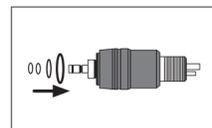

Fig. 45
- 3 Introduza o conjunto completo de anéis vedantes nas ranhuras correspondentes (Fig. 45).